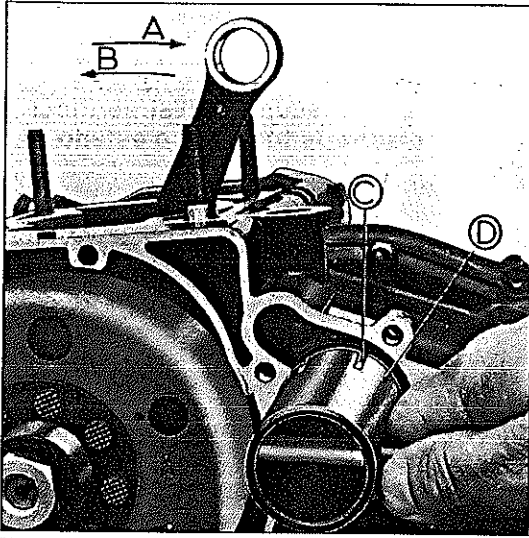

FIG. M8 - A. SENTIDO P/ PARAFUSAR O ROTOR
13. Através da ferramenta especial 7015.099.012.00.8 desaparafusar o rotor da bomba d'água. Remover o distanciador e o anel "O" ring". Figura M8/M9.